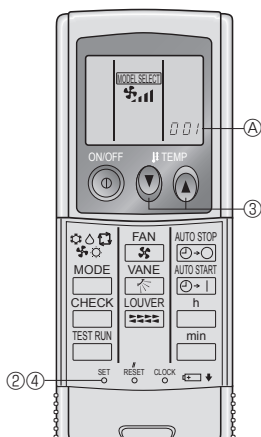

Fig. 6-3
3) Preparación inicial (Fig. 6-3)